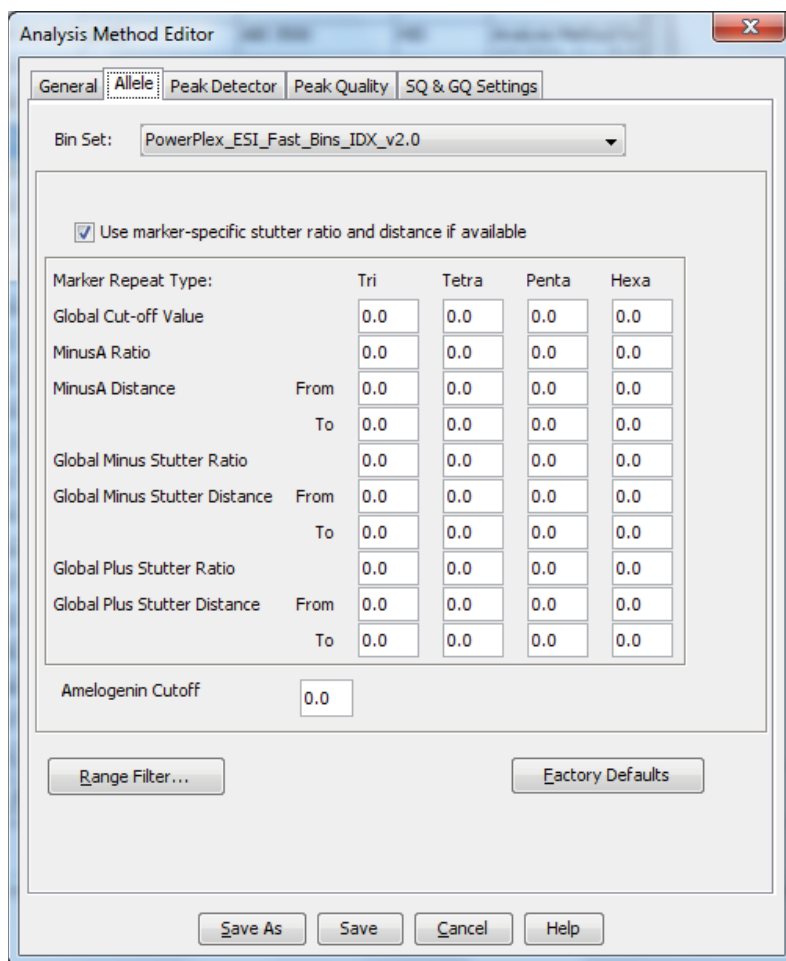

Figure 14. The GeneMapper® ID-X 'Allele' tab.
6. Select the ‘Allele’ tab (Figure 14).